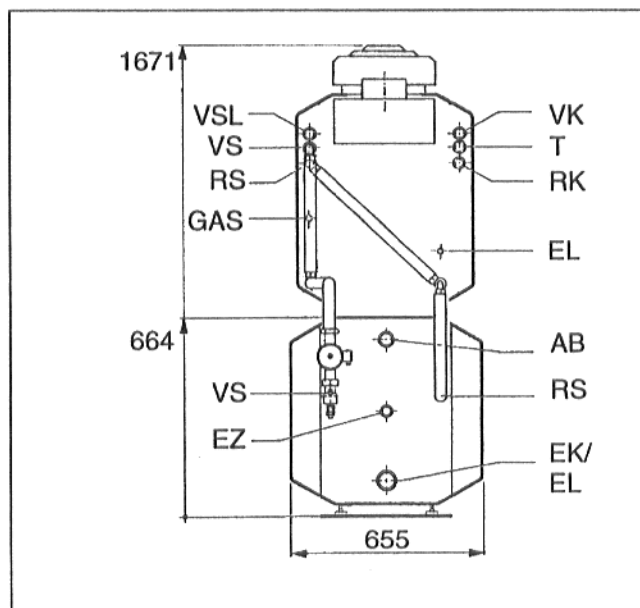

Fig. 3 Vista posteriore; collegamenti dopo lo spostamento della guaina d'immersione e del tubo di collegamento per la mandata accumulatore
- I collegamenti possono essere eseguiti anche come illustrato nella Fig. 3. In questo caso la guaina d'immersione deve essere svitata con una chiave a tubo di apertura 27 e avvitata sul lato sinistro della caldaia ed il tubo di collegamento per la mandata accumulatore sulla caldaia deve essere spostato sul lato destro. Tutti i collegamenti devono essere quindi realizzati secondo la Fig. 3.